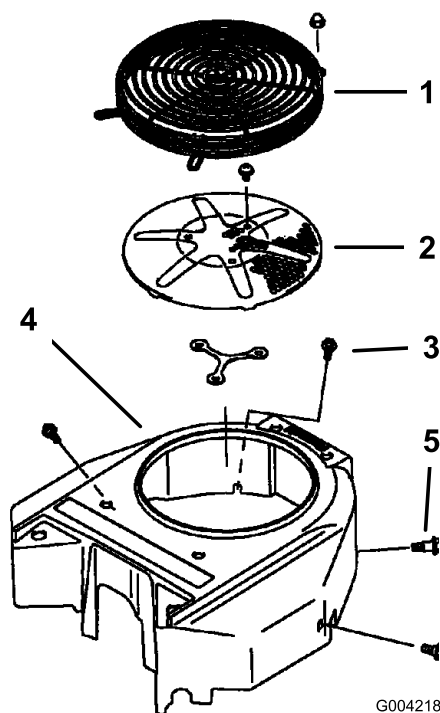

図 56
毎回、運転前に、エンジンスクリーンやその付近に刈りかすやごみがたまっていたら取り除いてください。これにより、十分な冷却効果と適正なエンジン回転数が確保でき、エンジンのオーバーヒートや損傷の発生を抑えることができます図 56。
3. 吸気スクリーンとリコイルスタータ、ファンハウジングを取り外す図 56。
5. 吸気スクリーン、スタータ、ファンハウジングを取り付ける図 56。